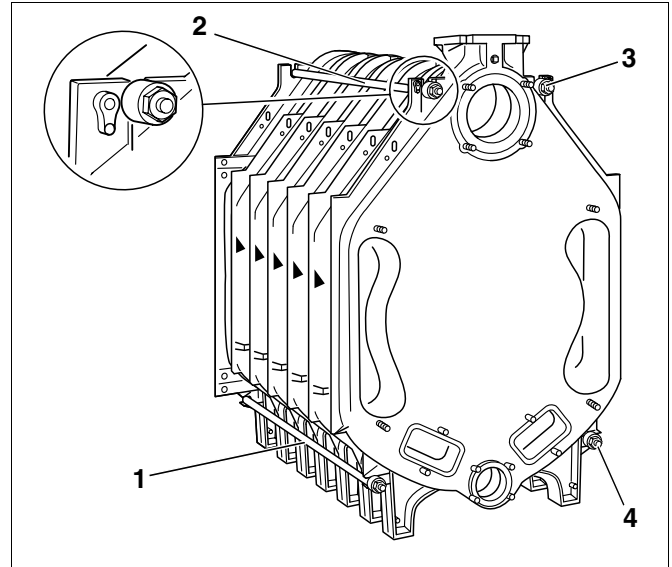

Рис. 22 Установка анкерных штанг
- Вставить анкерные штанги с надетыми пакетами пружин в литые выступы слева и справа, сверху и снизу рядом со ступицами котла (рис. 22, поз. 1 - 4).